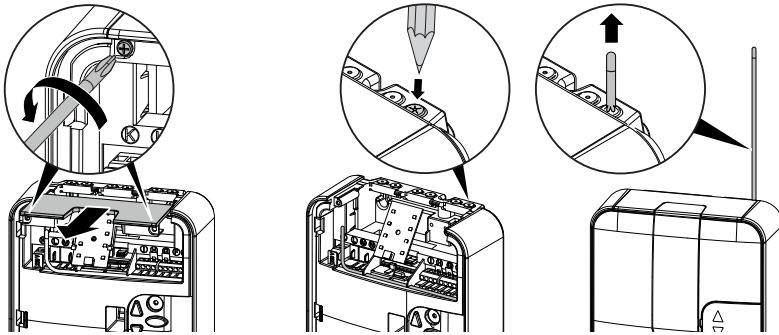

Fig. 4-5 Tilslutning af antenne
2. Kontrollér, at antennen er korrekt placeret (fig. 4-5, side 125).